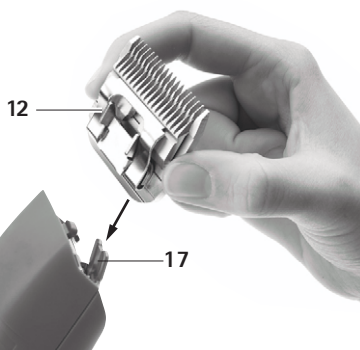

Fig. 2
- Sett klippeholdet 12 på åpnet knivhengsel 17, gukka Fig. 2.
- Trykk klippeholdet 12 lett i retning av klippemaskinen DURATI, gukka Fig. 2. Klippehodet 12 hektes hørbart på plass.